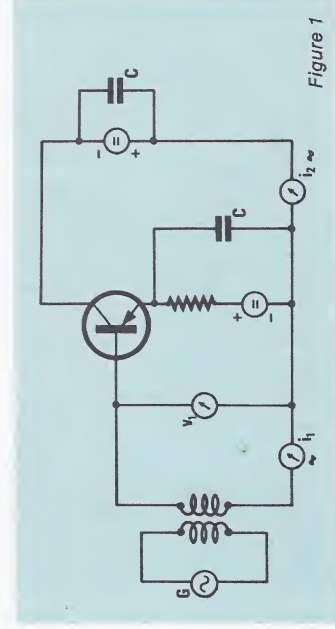

Figure 1
- La figure 1 a trait à la détermination de h_{11} et de h_{21} d'un transistor pnp monté en EC (Émetteur commun) :